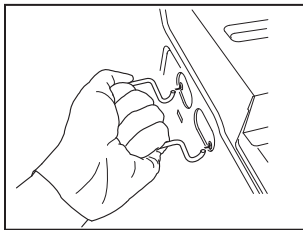

Fig. 1
1. Insérez fermement la poignée dans les orifices latéraux (Fig. 1)